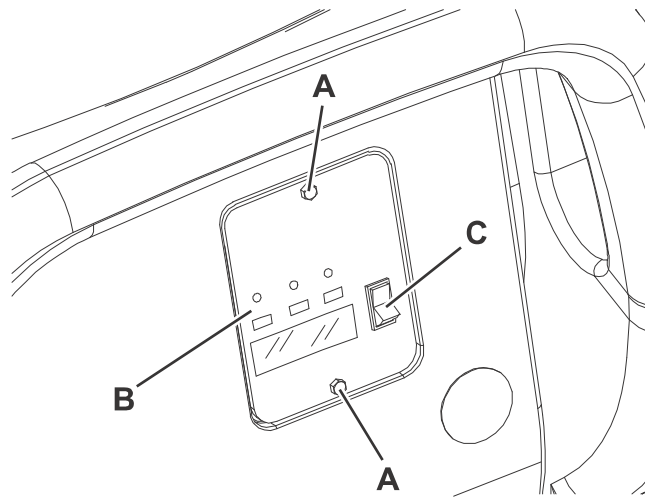

Abbildung 1
- Die Schrauben (A, Abb. 1) des Ladegerätsichtfensters entfernen.
- Sichtfenster (B) entfernen.
- Den Wählschalter (C) auf WET für Bleibatterien oder auf GEL für Gelbatterien stellen.
- Sichtfenster (B) installieren und Schrauben (A) anziehen.